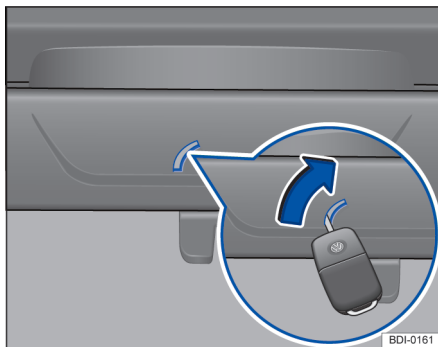

图 153 部分车型行李厢盖应急开锁
- 将钥匙头完全插入行李厢盖饰板上的开口内⇒ 图 153。
- 将遥控钥匙沿箭头方向按压⇒ 图 153 以便使行李厢盖开锁。